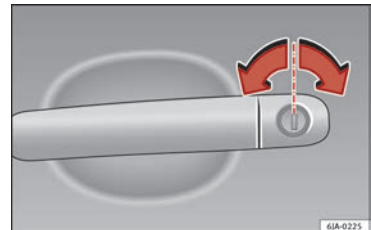

Fig. 3 Poignée de la porte du conducteur à barillet de serrure.
- Introduisez le panneton dans le barillet de serrure et déverrouillez ou verrouillez le véhicule » fig. 3.